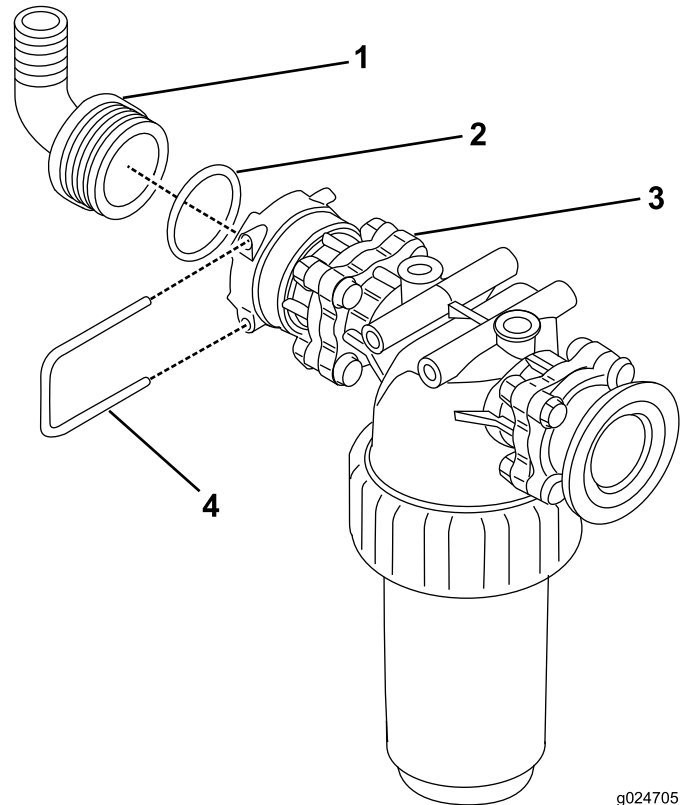

Figura 22
1. Monte o conjunto do filtro de pressão (Figura 22).